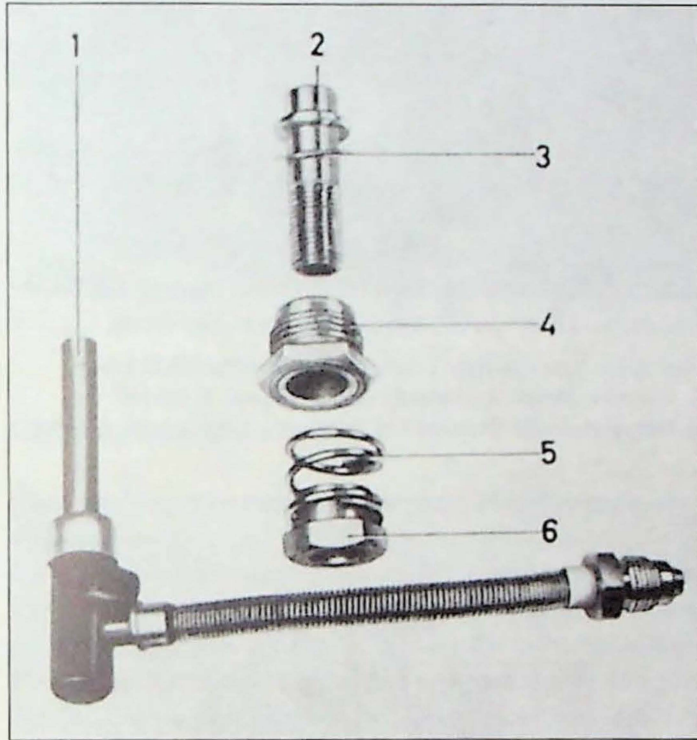

Fig. 3.29. Sproeier gedemonteerd.
3. Monteer de sproeierhouder en de borgmoer (Fig. 3.29). Schuif de sproeier erin en centreer deze. (Zie: 'Centreren van de sproeier').
4. Monteer de veer voor de stelschroef en sproeier. (Fig. 3.29).
Plaats de carburateur met de flens naar beneden. Draai de stelmoer van de sproeier zodanig dat het bovenste deel van de sproeier boven de brug uitsteekt. Maak de borgmoer los (4, Fig. 3.29) en druk de borgmoer voorzichtig aan en haal deze enkele malen heen en weer. Draai de borgmoer voorzichtig aan en controleer de centrering door de zuiger 5 - 6 mm ( $1/4$ ") van de brug op te lichten en los te laten. De zuiger moet dan met een markant geluid tegen de brug (sproeier) slaan.